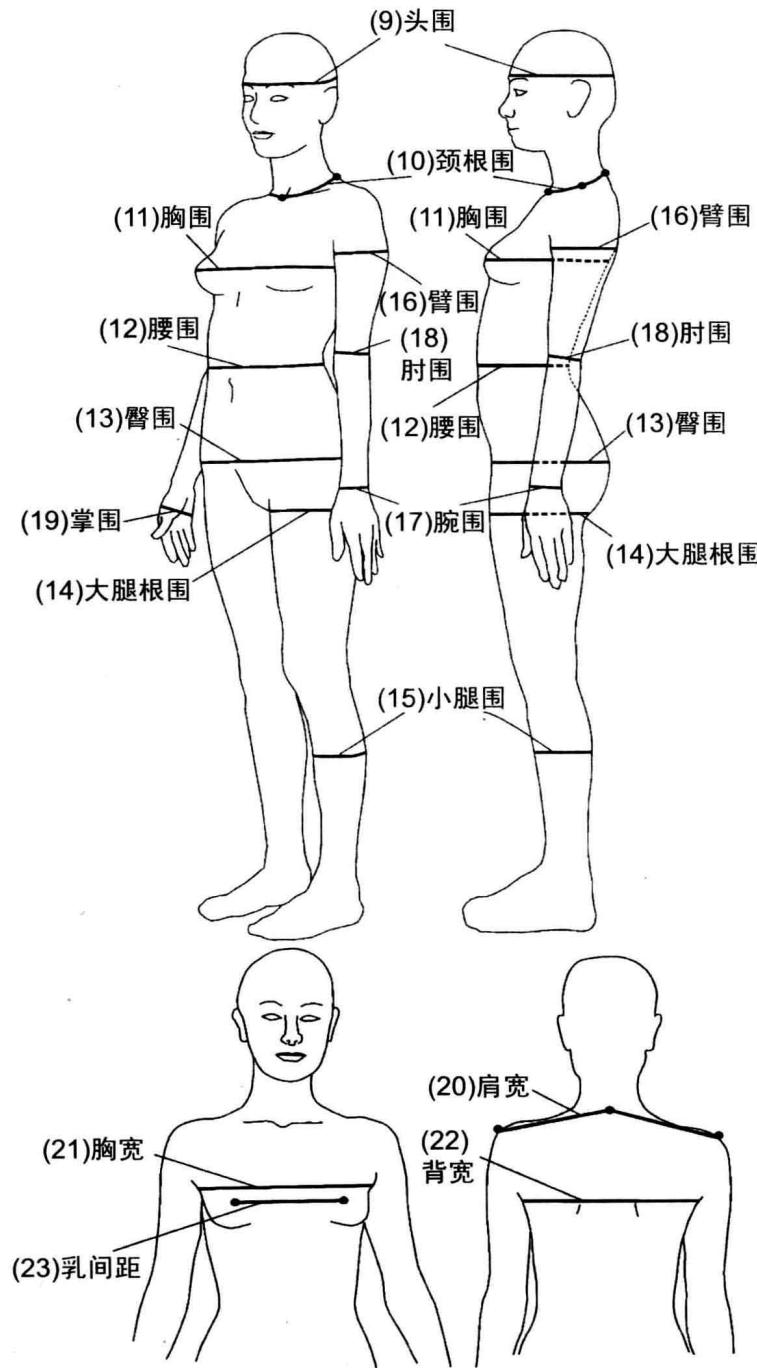

图1-2
3. 测量围度（见图1-2）
(9) 头围：沿眉间点通过后脑最突出处一周围度。
(10) 颈根围：通过颈前中心点、颈侧点、第七颈椎点的围度。
(11) 胸围：通过BP的水平纬度。
4. 测量宽度 (见图 1-2)
- (20) 肩宽 : 通过左肩点、第七颈椎点、右肩点的长度。
- (21) 胸宽 : 前胸两腋点之间的距离。